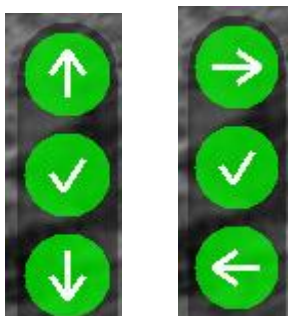

Рисунок 5 – Примеры индикатора назначения кнопок
- **Индикатор назначения кнопок** – индикатор, подсказывающий пользователю назначение каждой отдельной кнопки (3-5) при выполнении какого-либо действия в выбранном режиме (см. рис. 5). Данный индикатор появляется **только** в случаях, установленных ПО (например, при вводе выверки прицельной сетки).